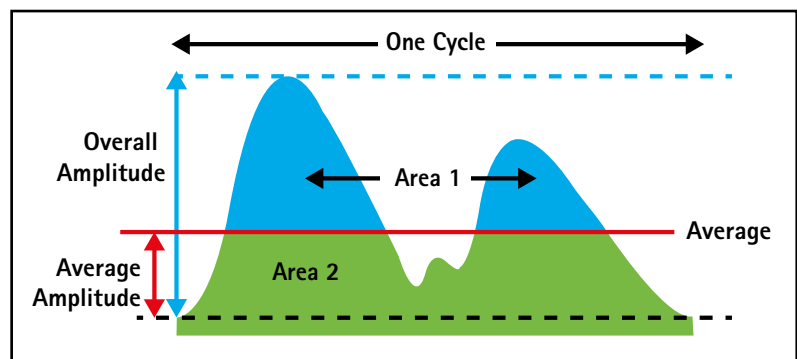

Abb. 36: Berechnung des Flickerindex =  $\text{Oberfläche 1} / (\text{Oberfläche 1} + \text{Oberfläche 2})$
- Für die Lichtquelle in Abbildung 36 gilt RG 1/RG 2 mit einem Grenzabstand von x cm. Dies bedeutet, dass die Lichtquelle bei Sichtabständen kleiner als x cm zu RG 2 gehört.